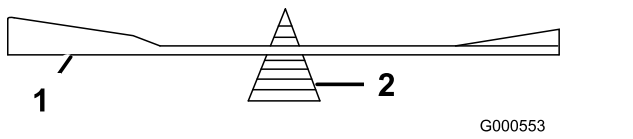

Bild 105
2. Prüfen Sie die Auswuchtung des Schnittmessers auf einer Ausgleichsmaschine (Bild 105).